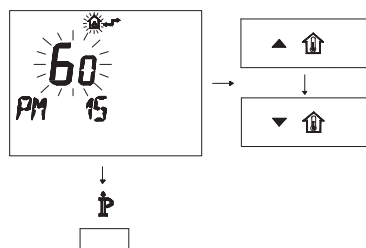

Figura 5.26
- Modifique el punto de consigna programado mediante los botones ▲ o ▼ hasta que aparezca un **valor de 60**. Espere a que el número programado comience a parpadear (Figura 5.26).